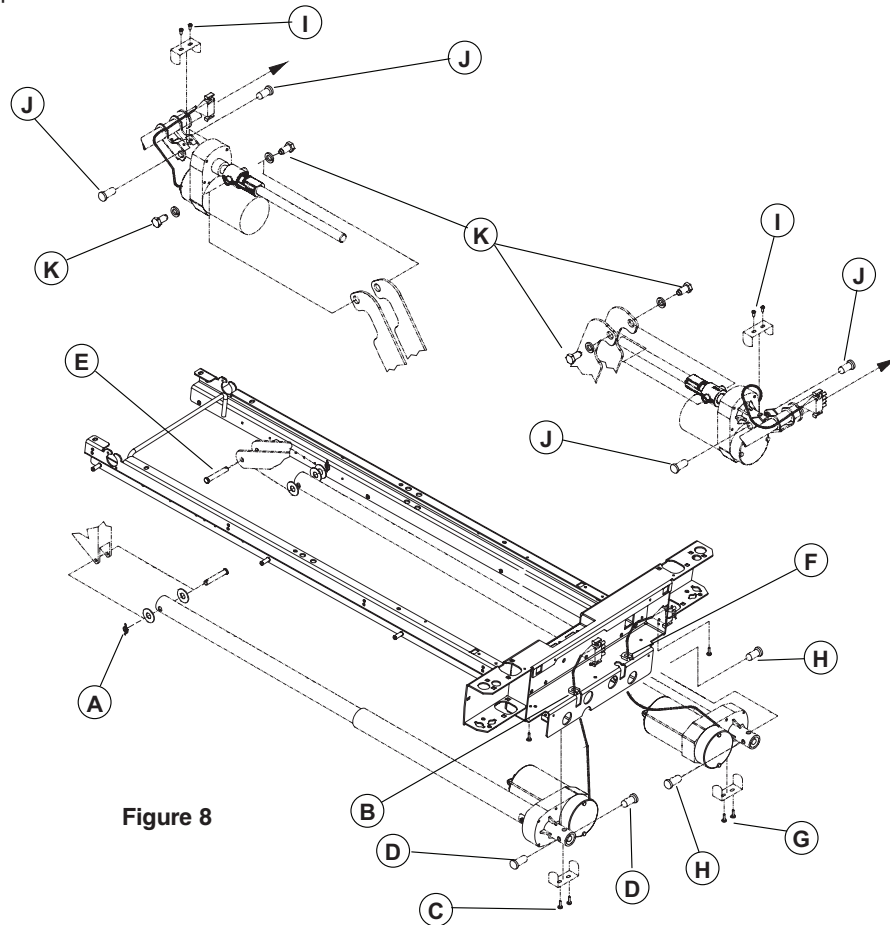

Figure 8
4. À l'aide de pince à becs pointus, retirer la goupille à fermeture enroulante, les rondelles et l'axe de chape (E, Figure 8, à la page 2-41) reliant les bras du levier de la section de cuisse au tube du vérin de cuisse.
7. À l'aide d'un tournevis Phillips n° 2, retirer les deux vis (D) fixant l'activateur du micro interrupteur à la section de cuisse. Installer l'activateur du micro interrupteur sur la nouvelle section de cuisse.
moins d'indication contraire, se reporter à la Figure 8, à la page 2-41, pour cette procédure.